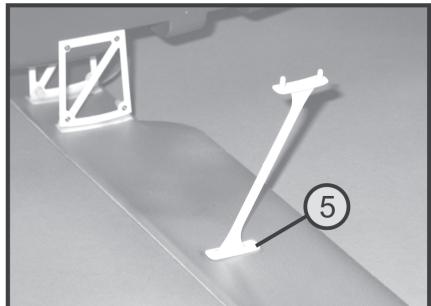

Afb. 11
Bevestig aansluitend de bovenste vleugels (2) en bevestig het oppervlak met de vier borgmoeren. Draai daartoe het model op de rug (zie afbeelding 11, onderste afbeelding).